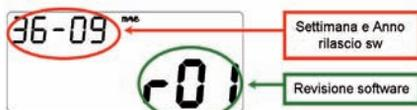
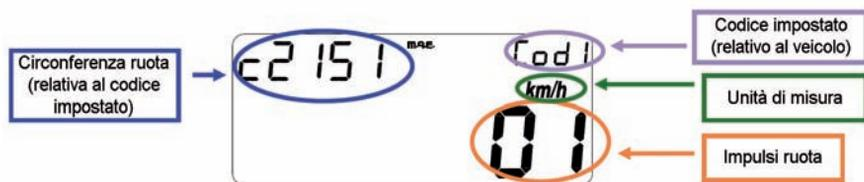

Fig. 17
Fig. 19
- 1^a pagina (ad ogni collegamento con la batteria veicolo): Versione e data di rilascio del software (per circa 3 secondi) (fig. 17).
- 3^a pagina (ad ogni accensione dello strumento): Visualizzazione dei parametri impostati (fig. 19).
- Visualizzazione delle schermate come fig. 17 e fig. 19 per circa 3 sec.